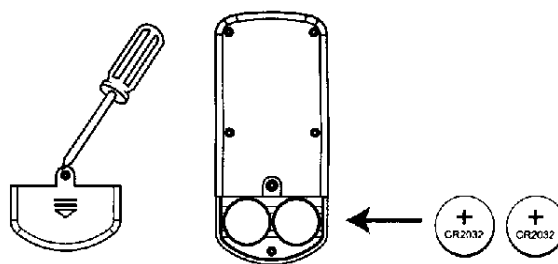

Рис. 6. Замена батареек в пульте модели 681R
- Установите две батарейки типа CR2032 (для устройства модели 681R) или одну батарейку L1028 (для модели SVEN MINI RC) с учетом полярности, которая показана на рисунке и закрутите винты (Рис. 6)